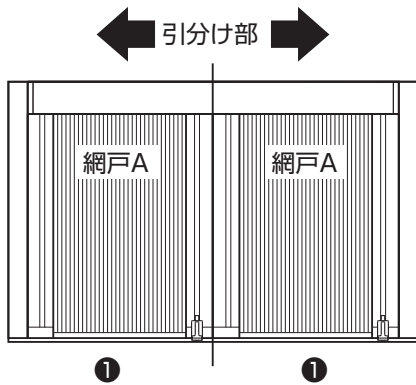
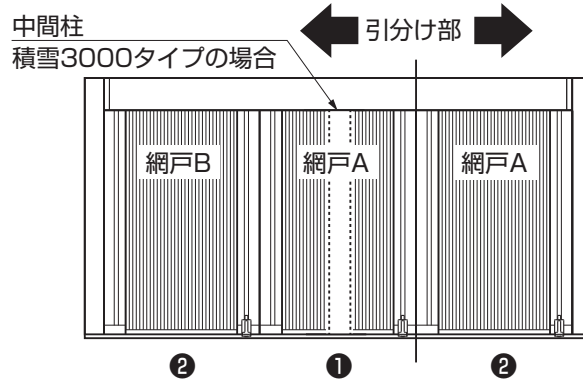
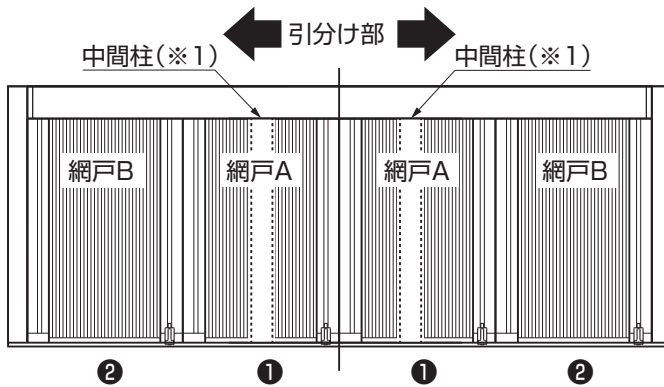

図11-5 1.5間
図11-6 2.0間
図11-7 2.5間
①図11-5、図11-6、図11-7、図11-8を参照して、
①～③の順で、間口側に網戸を建込んでください。